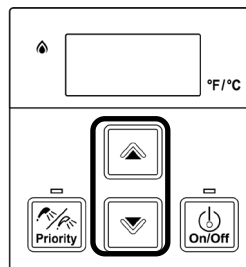

Figura 42
3. Use los botones ▲ (arriba) y ▼ (abajo) para desplazarse hasta la información deseada descrita en la tabla 23, *Tabla de datos de desempeño* (Figura 42).